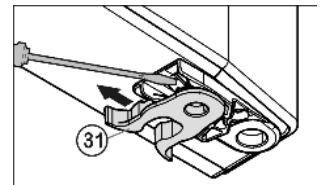

Fig. 11
- Jousilukitsimen *Fig. 11 (31)* vaihto: Paina lukitusnokka alas, vedä jousilukitsin sen yli pois.